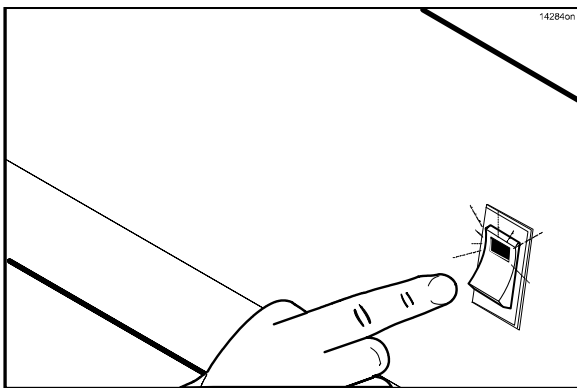

图 13
2. 将风扇联锁开关置于 ON 的位置，控制器将显示信息“OFF”。(请见图 13)